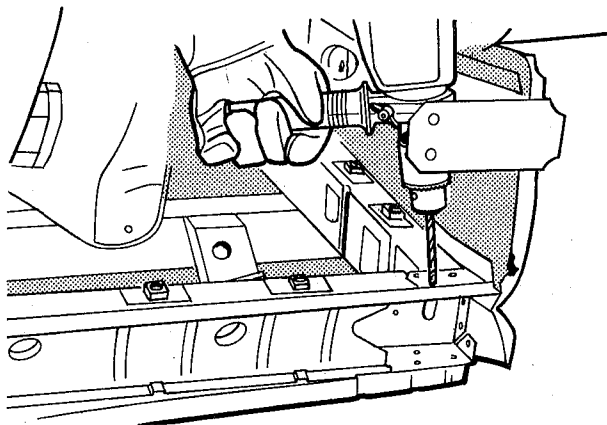

fig. 77
1. Furar os pontos de solda da travessa à longarina e à saia do pára-lama (fig. 77)